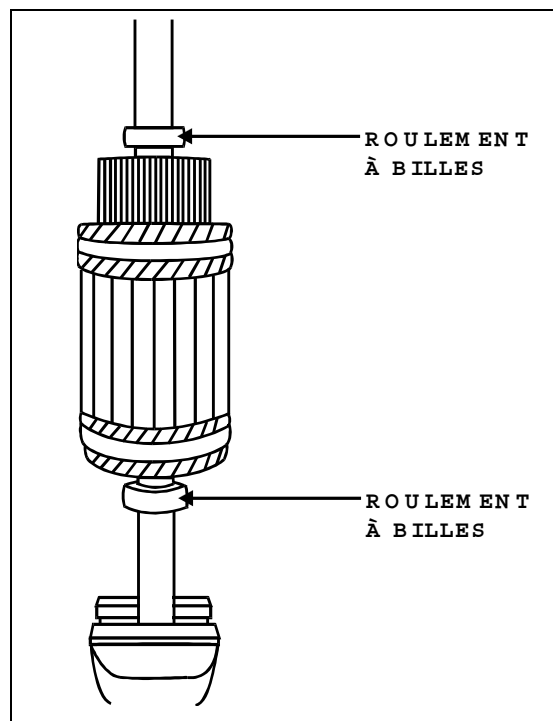

FIGURE 4: ARBRE DU MOTEUR ÉVAPORATEUR 22112
14. Enlever les deux roulements à billes (Fig. 4).